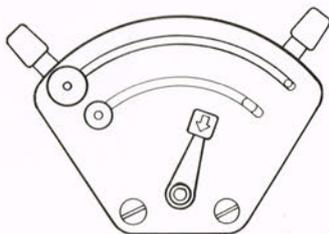

Fig. 26 ►
- La **manette de réponse R** sera placée au centre, légèrement vers « lente » (fig. 26).